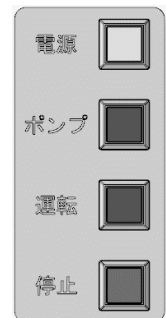

図 7-3
- 3) 操作パネルの[電源] を ON し、しばらくするとコース画面が表示されます。(図 7-3)